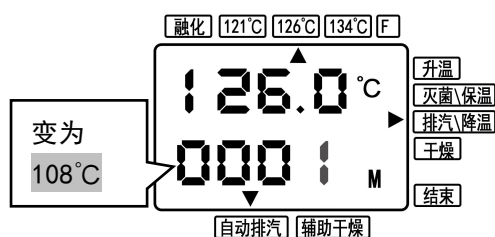
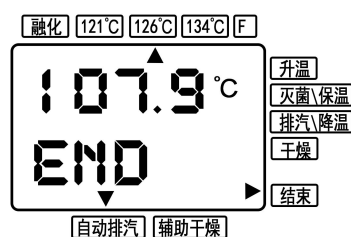

图 21
图 22
(1) 选择自动排气模式后，当灭菌倒计时结束，显示屏下方变为 108°C（图 21），机器进入自动排气状态。待灭菌室内温度降至 108°C 以下，状态箭头指向结束（图 22），联锁解锁，灭菌周期结束。